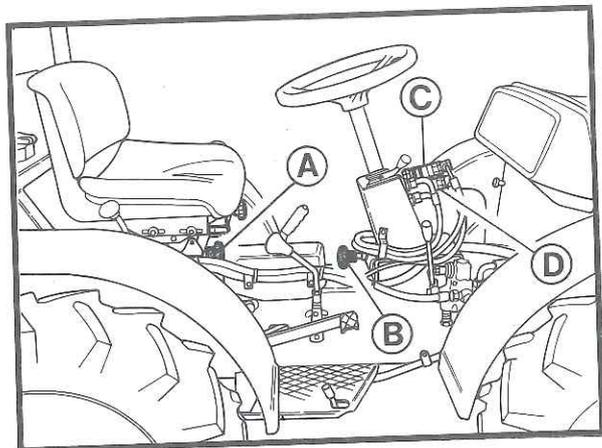

Abb. 11 Bitrac HS mit normaler Lenkung.
- das Handrad «A» (Abb. 11) aufdrehen und so den Sitz von seiner vorderen Befestigung lösen;
- das Handrad «B» (Abb. 11) der hydraulischen Lenkung wie bereits beim Sitz aufdrehen;
Wenn zur normalen Fahrposition zurückgekehrt wird müssen die beiden Kupplungen erneut in der Position der Abb. 11 montiert werden.